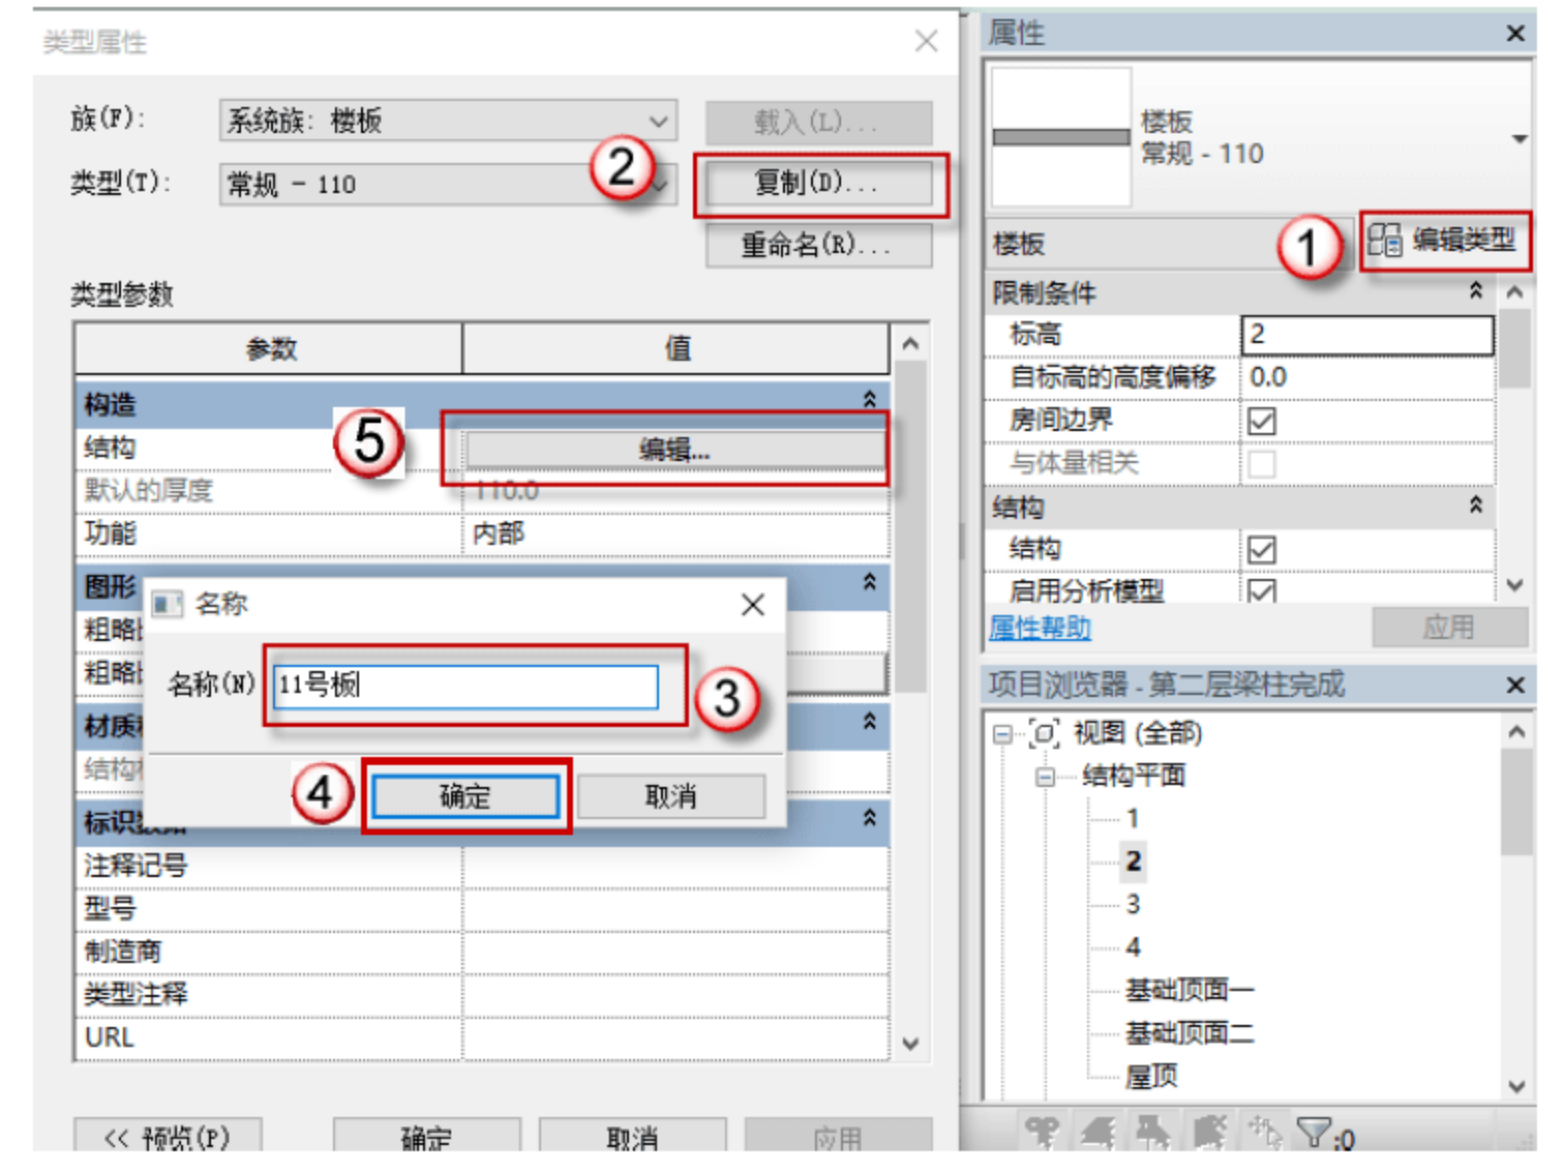

图 4.3.22 设置 11 号板参数
(22) 设置 11 号板参数，按快捷键 S+B，进入编辑模式，单击“编辑类型”按钮，在弹出的对话框中单击“复制”按钮，再在弹出的对话框中命名板号，单击“确定”按钮。单击“编辑”按钮设置参数，将板厚设置为 110，如图 4.3.22 所示。